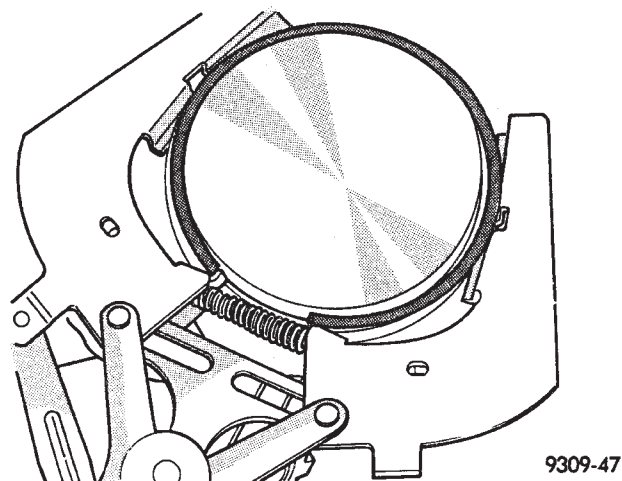

Abb. 11 Oberer und mittlerer Pleuellager—Einbau
(8) Erst die obere und dann die untere Pleuellagerbohrung einbauen.
(9) Anschließend den 2. Pleuellagerbohrung und zum Schluß den 1. Pleuellagerbohrung montieren. (Abb. 11).